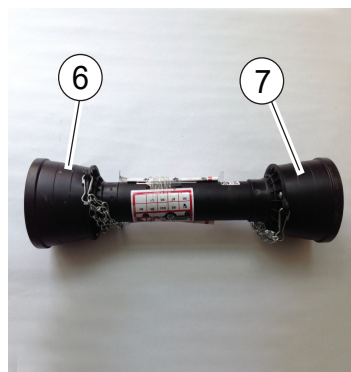

Fig.29
- Cuffia di protezione dell'albero cardanico lato trattore compresa di catenelle di trattenuta (6, "Fig.29").
- Cuffia di protezione albero cardanico lato macchina compresa di catenelle di trattenuta (7, "Fig.29").
- Protection element including tractor of the cardan shaft side chains of restraint (6, "Fig.29");
- Protective boot drive shaft machine side including chains of restraint (7, "Fig.29").
- Bonnet de protection de l'arbre de la cardan coté tracteur avec chaine de retenue compris (6, "Fig.29");
- Bonnet de protection arbre à cardan coté machine avec chaine de retenue compris (7, "Fig.29").
- Schutzhülle der Gelenkwelle von Maschinenseitig mit Ketten der Zurückhaltung. (7, "Fig.29");
- Cofia de protección arborizo cardanico extensa máquina comprendida de cadennillas de retención (7, "Fig.29").
- Cobertura de proteção do eixo cardan do lado do trator incluindo correntes de retenção (6, "Fig.29");
- Cobertura de proteção do eixo cardan do lado da máquina incluindo correntes de retenção (7, "Fig.29").